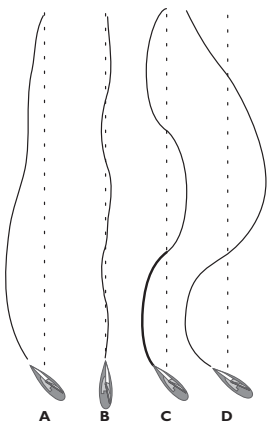

Fig 4.4 - Effekterna av inställning av förstärkning
Fig. 4.4 visar effekterna på när förstärkningen är inställd för lågt (A) – det tar lång tid för båten att komma tillbaka till korrekt kurs. B visar en perfekt inställning, där felaktigheter i kursen snabbt korrigeras. C illustrerar effekten av att ställa in förstärkningen för högt, vilket gör att båten "slingrar" sig. Allt för hög inställning av förstärkningen (D) leder till en mycket instabil kurshållning.